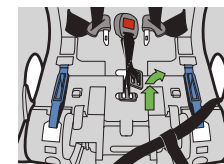
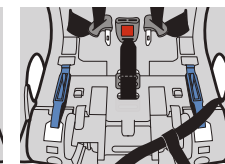

Figura 96
Figura 97
- Seleccione la longitud más larga de la correa de la entrepierna y deslice la correa en la ranura que está hacia afuera, como se muestra en la **figura 96**, y asegúrese de que el botón rojo para soltar la hebilla quede viendo hacia afuera del asiento, como se muestra en la **figura 97**.